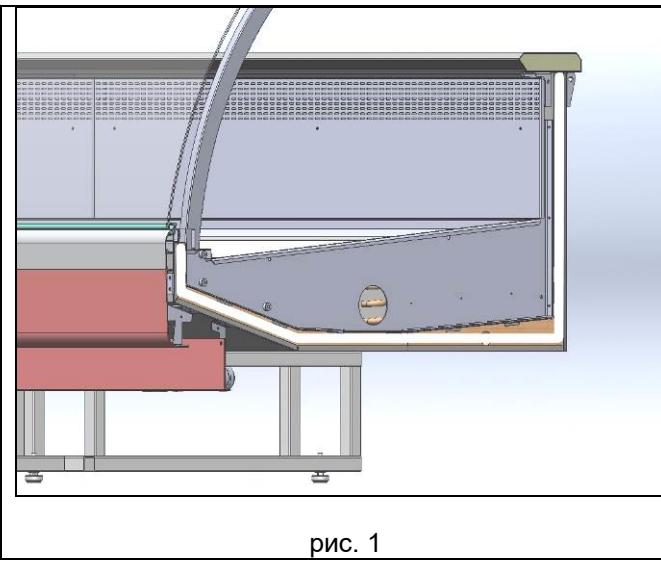

рис. 1
1. Обклепить торцыстыкуемых витрин лентой поролоновой 30x6, входящей в комплектацию витрин (рис.1).
- Совместить крепёжные отверстия в траверсе шторок и боковом кронштейне суперструктуре. Закрепить при помощи винта с внутренним шестигранником M6x10 (рис. 1).